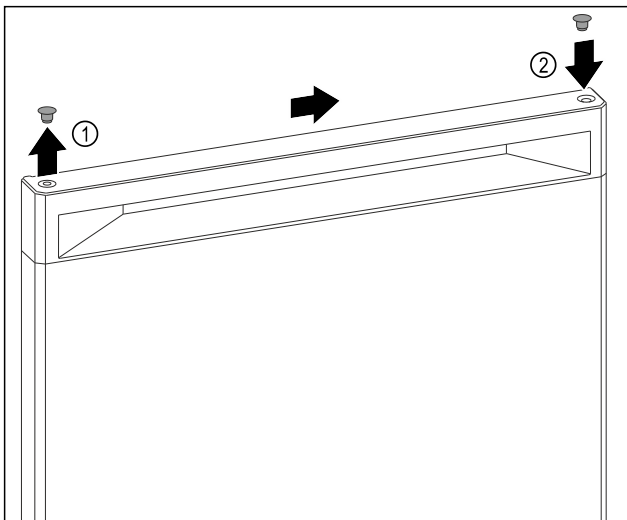

Fig. 11
- Abdeckstopfen der Türoberseite Fig. 11 (1) vorsichtig mit Schlitzschraubendreher anheben.
- Abdeckstopfen auf der Gegenseite einsetzen. Fig. 11 (2)